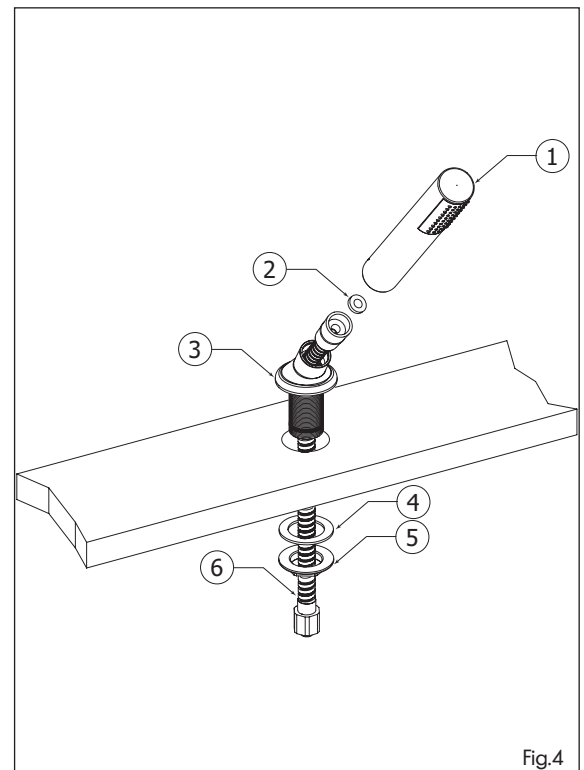

Fig.4
Insert the one piece base (decorative flange, threaded rod (3)) into the deckmount hole. Secure with supplied tie-down kit (4 and 5) (see Fig. 4)
Insérer la base de douchette (rosace décorative et manchon fileté (3)) dans le trou de la surface. Ensuite, fixer la base avec l'écrou (5) et la rondelle en caoutchouc (4) (voir Fig.4).